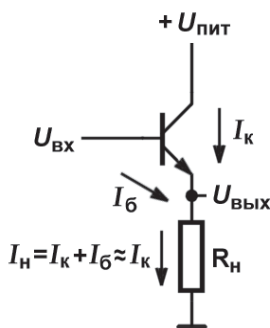

Рис. 6.7. Включение биполярного транзистора по схеме с общим коллектором
Схема с *общим коллектором* (о. к.) показана на рис. 6.7. Памятуя, что напряжение базы и эмиттера никогда не отличается более чем на 0,6–0,7 В, мы приходим к выводу, что выходное напряжение такой схемы должно быть меньше входного именно на эту величину. Это так и есть — схема с общим коллектором иначе называется *эмиттерным повторителем*, поскольку выходное напряжение повторяет входное — за вычетом все тех же 0,6 В. Каков же смысл этой схемы?
Дело в том, что схема, показанная на рис. 6.7, усиливает сигнал по току (в количестве раз, определяемое величиной $h_{21э}$), что равносильно тому, что собственное входное сопротивление этой схемы равно в $h_{21э}$ больше того сопротивления, которое стоит в цепи эмиттера. Поэтому в этой схеме мы можем подавать на «голый» вывод базы напряжение без опасности сжечь переход база-эмиттер. Иногда это полезно само по себе, если не слишком мощный источник (т. е. обладающий высоким выходным сопротивлением) нужно согласовать с мощной нагрузкой (в главе 9 мы увидим, как это используется в источниках питания). Кстати, схема с о. к. не инвертирует сигнал — в отличие от схемы с о. э.
- усиление по напряжению (дифференциальному) составляет 100 и более раз. Если вы хотите получить точно определенный коэффициент усиления, в каждый из эмиттеров нужно ввести по одинаковому резистору — тогда K_{uc} будет определяться, как для каскада, показанного на рис. 6.7. Но обычно в таком режиме дифференциальные усилители не используют — их включают в системы с общей обратной связью, которая и задает необходимый коэффициент усиления (см. главу 8);